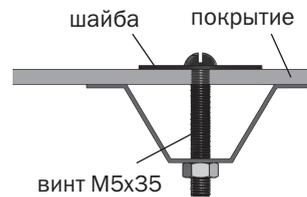

Рис.16
**3.** Установите боковины торца в соответствии с рис.24. Придерживая кусок покрытия, закрепите его винтами с шайбами по деталям **6к, 7, 8** (рис.16) и по уголкам с помощью самонарезных винтов с шайбами. Отверстия для винтов выполняются сверлом диаметром 5 мм изнутри теплицы через готовые отверстия в деталях каркаса. Установите куски «коньковой панели», закрепляя их на уголки с помощью самонарезного винта с шайбой. Налест с боковинами срезать.